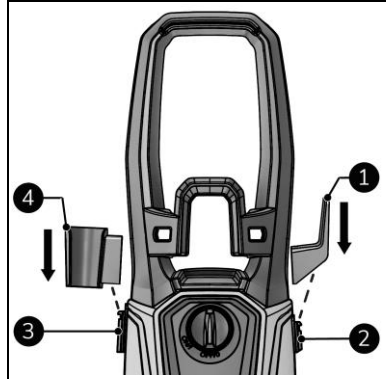

Abbildung 8
1. Schieben Sie die Stromkabelhalterung (Abbildung 8, Pos. 1) auf den Hauptkörper (Abbildung 8, Pos. 2).
3. Schieben Sie die Strahlpistolenhalterung (Abbildung 8, Pos. 4) auf den Hauptkörper (Abbildung 8, Pos. 3).